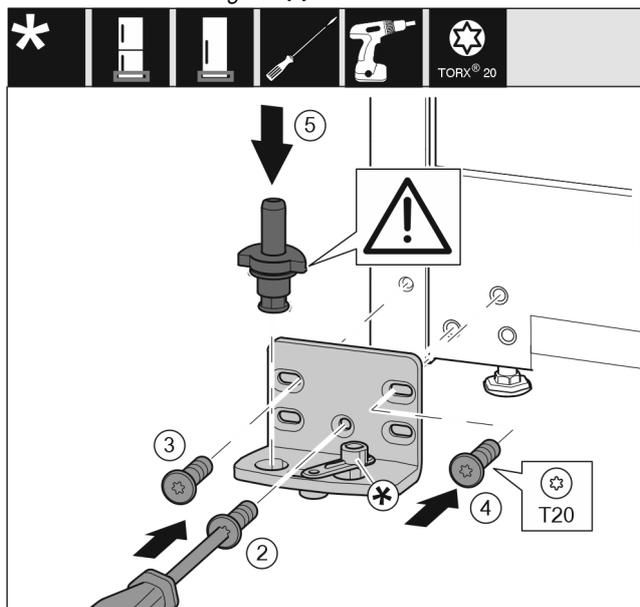

Fig. 36
- ▶ Coloque el soporte de cojinete en el otro lado y atorníllelo con la ayuda de un destornillador T20. Comience por el tornillo 2 en la parte inferior central. *Fig. 36 (2)*
- ▶ Atornille los tornillos 3 y 4. *Fig. 36 (3,4)*
- ▶ Coloque el perno de cojinete completo. Preste atención a que el saliente de retención esté orientado hacia detrás. *Fig. 36 (5)*
- ▶ Coloque el soporte de cojinete en el otro lado y atorníllelo con la ayuda de un destornillador T20. Comience por el tornillo 2 en la parte inferior central. (2)
- ▶ Gire 180° la conexión de amortiguador de cierre. Atorníllela en el otro lado del soporte de cojinete con el destornillador T20. (5)
- ▶ Coloque el perno de cojinete completo. Preste atención a que el saliente de retención esté orientado hacia detrás. (6)